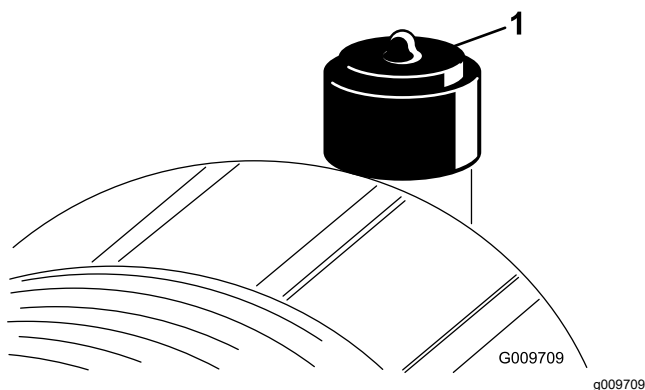

Figura 72
Faça a manutenção ao filtro de ar apenas quando o indicador de serviço (Figura 72) o exigir. Mudar o filtro de ar antes de ser necessário apenas aumenta a possibilidade de entrar sujeidade no motor quando se retira o filtro.
8. Reinicie o indicador (Figura 72) se este se apresentar vermelho.